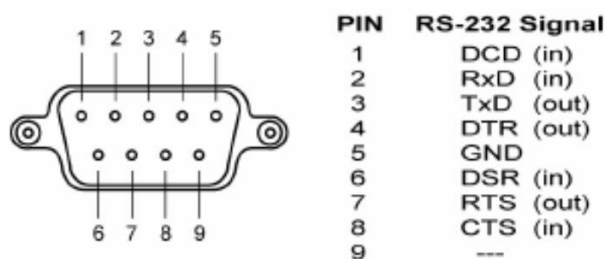

图 2.5 RS232 接口管脚排列
- RS-232接口，我们使用了其中的 3 根线 RXD、TXD、GND，管脚排列如图 2.5所示。